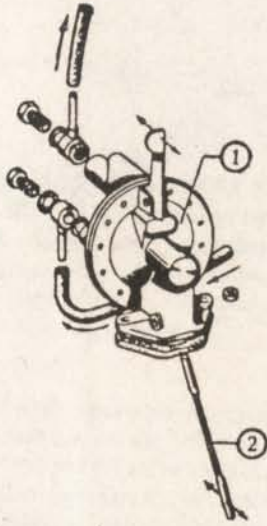

Fig. 3-1.— Bomba de bencina
1. Circuito de bencina.— Los automóviles Citroën tienen un estanque trasero, con capacidad media de 20 lt. de bencina. Al lado izquierdo del motor se ubica la bomba mecánica, que aspira bencina del estanque y la entrega al carburador, con presión de 200 gr./cm². Esta bomba (Fig. 3-1) tiene un brazo inferior, para recibir accionamiento de la excéntrica del eje de levas, que mueve la membrana interior, para que aspire e impulse bencina a través de sus dos válvulas.